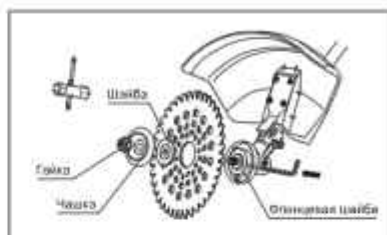

Рис. 7
1. Совместите отверстие во фланцевой шайбе с отверстием в чашке редуктора (рис. 7). Вставьте металлический стопорный стержень в отверстие чашки редуктора и в отверстие фланцевой шайбы.
6. Удерживая стопорный стержень одной рукой, надежно затяните гайку трубчатым ключом (входит в комплект поставки), поворачивая ее против часовой стрелки (рис. 7).